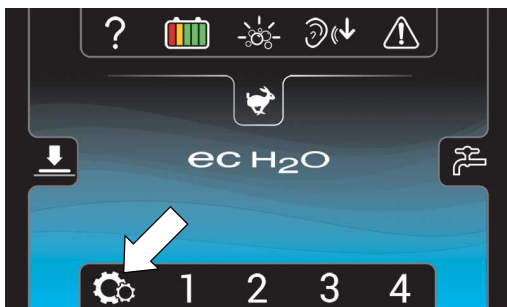

ABB. 138
1. Stellen Sie die Maschine auf einem ebenen Untergrund ab und drehen Sie den Zündschlüssel auf Ein (O). Der Home- Bildschirm wird beim Start angezeigt (Abbildung 138). Dies ist der werksseitig eingestellte Bildschirm beim Start.
2.  Drücken Sie die Einstellungstasten auf dem Home- Bildschirm (Abbildung 138).